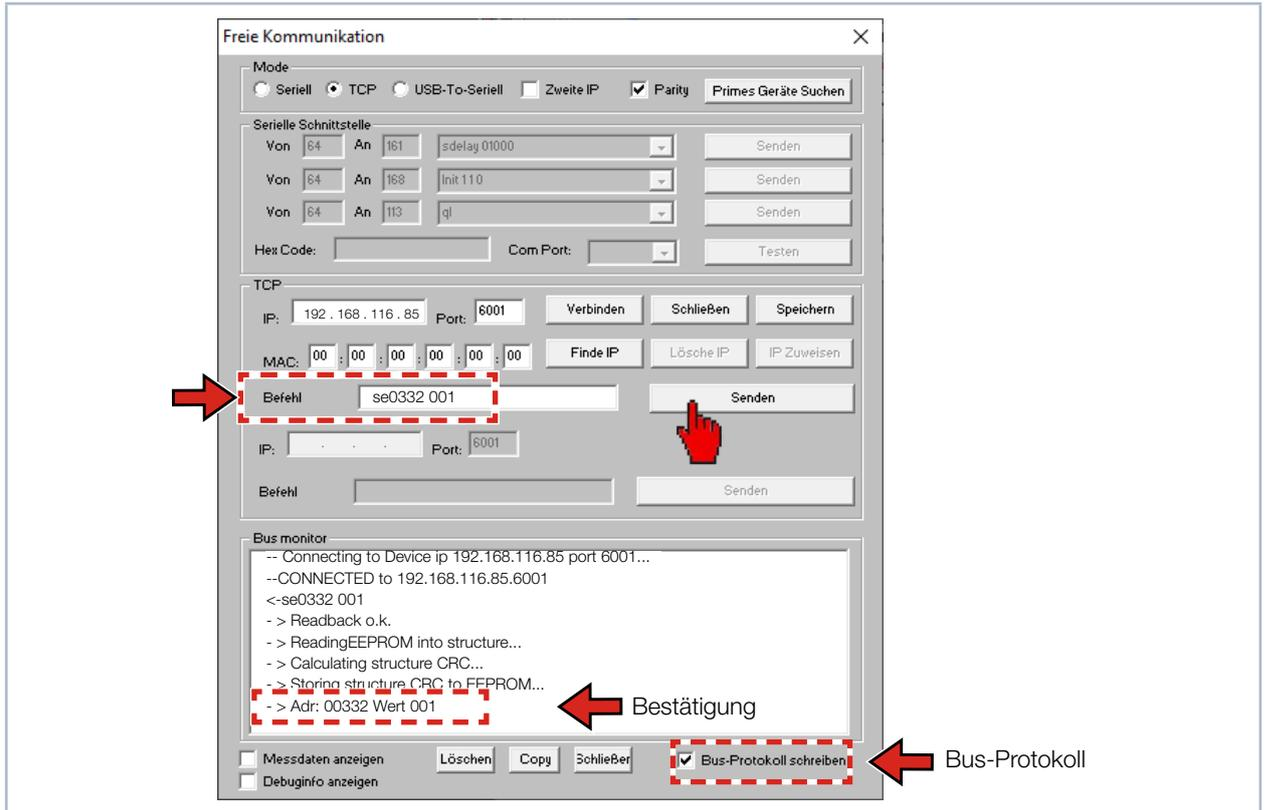

Abb. 11.5: DHCP im Dialogfenster *Freie Kommunikation* aktivieren
8. Klicken Sie auf die Schaltfläche **Senden** und warten Sie die Bestätigung im Busmonitor ab (siehe Abb. 11.5 auf Seite 41 „-> Adr:0332 Wert: 001“)